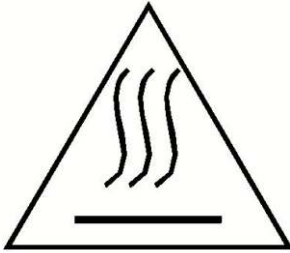

Abb.2
- Alle zugänglichen Oberflächen können während des Gebrauchs heiß werden (Abb. 2).